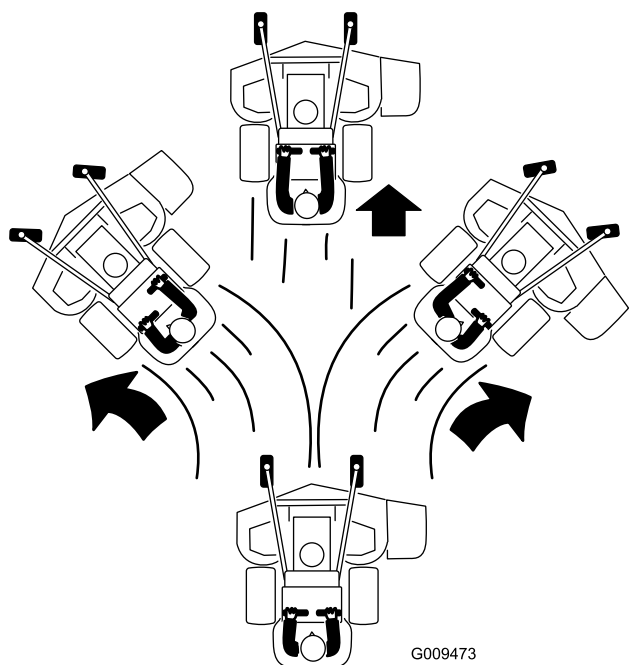

Figure 22
3. Poussez les leviers de commande de déplacement lentement en avant (Figure 22).